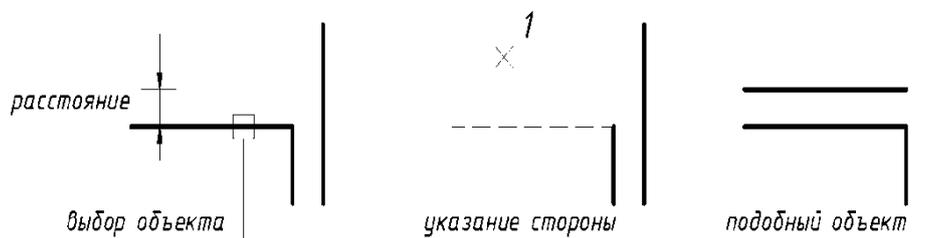

Рисунок 2.20 Создание подобного объекта
4 Укажите точку, определяющую сторону смещения, или [Выход/Несколько/Отменить]: *Указать точку (1) по нужную сторону от объекта или задать опцию (рис. 2.20).*